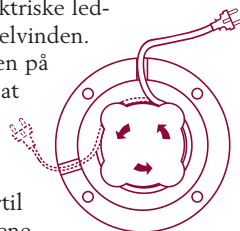

Fig. 4
- Snu opp ned varmeelementet og rull ut den elektriske ledningen fra kabelvinden. Reguler lengden på ledningen slik at den når frem til stikkontakten ved å benytte de dertil bestemte løkkene (fig. 4).